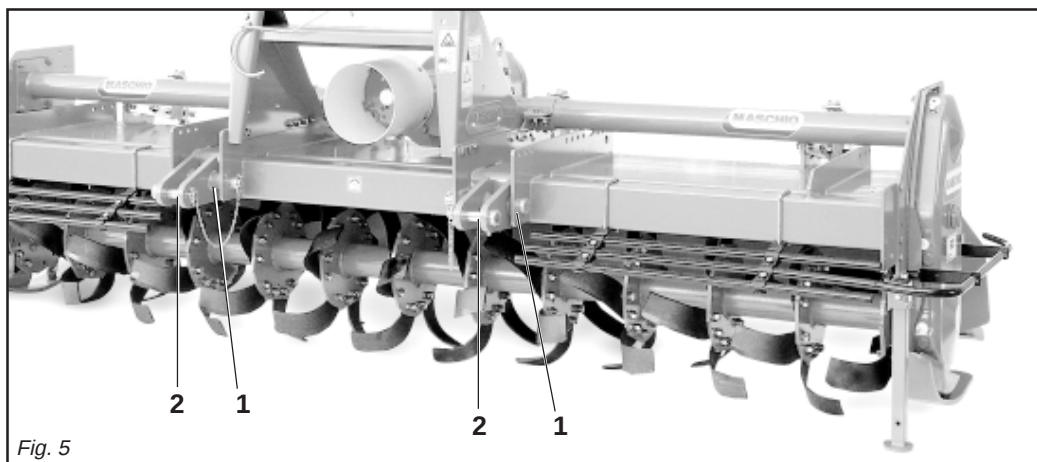

Fig. 5
In base alle dimensioni specifiche di questi 2 tipi di attacchi dei trattori è necessario determinare la posizione più favorevole della macchina spostando opportunamente sul tubo quadro le piastre (1 Fig. 5) e inserendo i perni (2 Fig. 5) nei fori corrispondenti al giusto diametro delle parallele del trattore.
Le piastre (1 Fig. 5) vanno montate sempre e solo come mostrato in Fig. 5 con i fori posizionati anteriormente al tubo quadro.
Depending on the precise dimensions of these two types of hitches, find the best position for the machine by moving the plates (1 Fig. 5) along the square tubular and inserting the pin (2 Fig. 5) in the holes corresponding to the correct diameter for the tractor's parallel arms.
The plates (1 fig. 5) must always and only be mounted as shown in Fig. 5 with the holes towards the front of the square tubular.
Aufgrund der spezifischen Abmessungen dieser beiden Schlepperanschlüsse kann man die günstigste Position der Maschine festlegen, indem man die Platten (1 Abb. 5) auf dem Vierkantrohr verschiebt und die Bolzen (2 Abb. 5) in die entsprechenden Bohrungen mit dem richtigen Durchmesser auf dem Schleppergestänge einsteckt.
Die Platten (1 Abb. 5) dürfen nur und ausschließlich so montiert werden, wie es in Abb. 5 gezeigt ist, nämlich mit den Bohrungen, die vor dem Vierkantrohr angeordnet sind. Der Hersteller haftet nicht für die Beschädigung der Maschine oder des Schleppers infolge der Nichtbeachtung dieser Angabe.
En fonction des dimensions spécifiques de ces deux types d'attelages des tracteurs il faut déterminer la position la plus favorable de la machine en déplaçant, sur le tube carré, les plaques (1 Fig. 5) et introduire les axes (2 Fig. 5) dans les trous correspondant au bon diamètre des parallèles du tracteur.
Les plaques (1 Fig. 5) doivent obligatoirement être montées comme illustré dans la Fig. 5 en utilisant les trous placés à l'avant du tube carré.
En relación a las dimensiones específicas de estos dos tipos de enganche de los tractores hace falta determinar la posición más favorable de la máquina desplazando oportunamente en el tubo cuadrado las placas (1 Fig. 5) e introduciendo los pernos (2 Fig. 5) en los orificios correspondientes al correcto diámetro de las paralelas del tractor.
Las placas (1 Fig. 5) deben ser montadas siempre y solamente según lo indicado en la Fig. 5 con los orificios posicionados delante del tubo cuadrado. La firma constructora no es responsable de rupturas en la máquina o en el tractor originadas por falta de respeto de esta indicación.
- 1 - Accostare le parallele del sollevatore ponendole all'interno delle piastre (1 Fig. 5), inserire il perno (2 Fig. 5) nel foro predisposto e bloccare con le copiglie a scatto.
- 1 - *Near the lift bars, setting them in the most suitable plates (1 Fig. 5). Insert the pin (2 Fig. 5) into the relative hole and lock in place with the snap-in split pins.*
- 1 - Die Lenker des Krafthebers annähern und in die am besten geeigneten Platten schieben (1 Abb. 5). Den Bolzen (2 Abb. 5) in das Loch stecken und mit dem einrastenden Splint blockieren.
- 1 - *Approchez les barres du relevage en les plaçant à l'intérieur des plaques les plus appropriées (1 Fig. 5), introduisez l'axe (2 Fig. 5) dans le trou correspondant et bloquez par les goupilles à encastrement.*
- 1 - Acercar las barras del elevador poniéndolas dentro de las placas más indicadas (1 Fig. 5), introducir el perno (2 Fig. 5) en el orificio y bloquear con los pasadores de resorte.